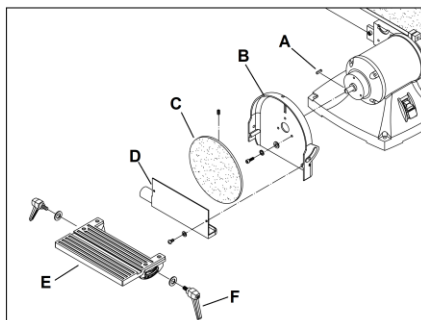

Рис. 5
2. Снимите клейкую ленту с шпонки (А, рис.5) и якоря. Наденьте алюминиевый диск с абразивным диском (С, рис.5) на якорь так, чтобы шпоночный паз в диске совпадал со шпонкой в якоре. Закрепите диск на якоре установочным винтом.
3. Установите дисковый пылесборник (D, рис.5) на защитный кожух диска (В, рис.5) снизу 9-дюймового диска с выпускным отверстием сзади инструмента. Закрепите пылесборник на защитном кожухе диска с помощью двух винтов с поддонными головками и плоских шайб.
4. Выдвижной дисковый стол (Е, рис. 5) с прикрепленной цапфой к выступающим выступам с каждой стороны защитного кожуха диска. Установите две ручки и плоские шайбы через цапфу в резьбовые отверстия с каждой стороны защитного кожуха диска.
5. Установите стол в нужное положение и закрепите его ручками (F, рис.5).